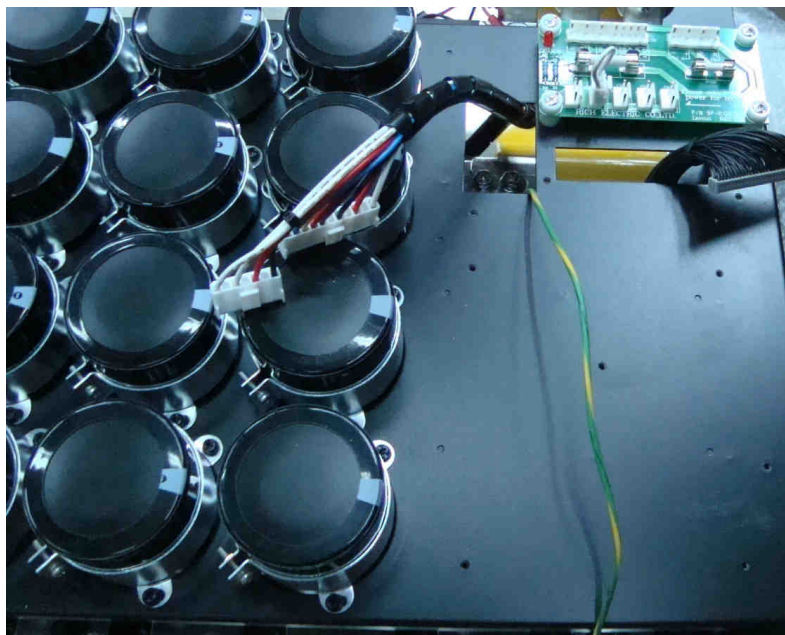

Рис. 7.20.
7.11.3.3. Выгнать через прорези в корпусе блока конденсаторов жгут платы ЦП, жгут платы предохранителей и провод заземления (рис. 7.20).